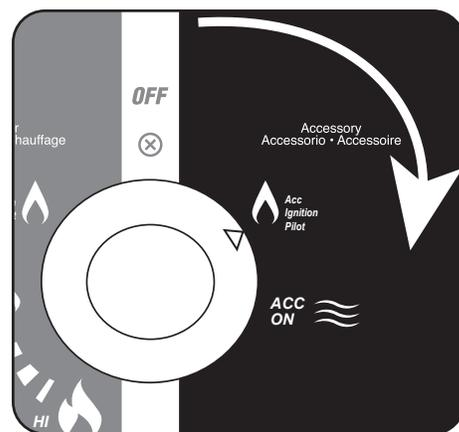

Figure 6
4. Pousser le bouton de contrôle légèrement vers le bas et pivoter en sens horaire vers la position « Ignition/PILOT » de l'accessoire. Voir la figure 6.